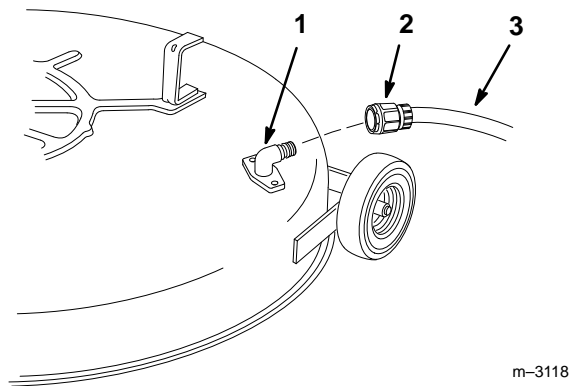

Abbildung 52
2. Eine Schlauchkupplung am Ende des Mähwerk-Spülanschlusses anbringen und das Wasser hoch aufdrehen (Abb. 52).